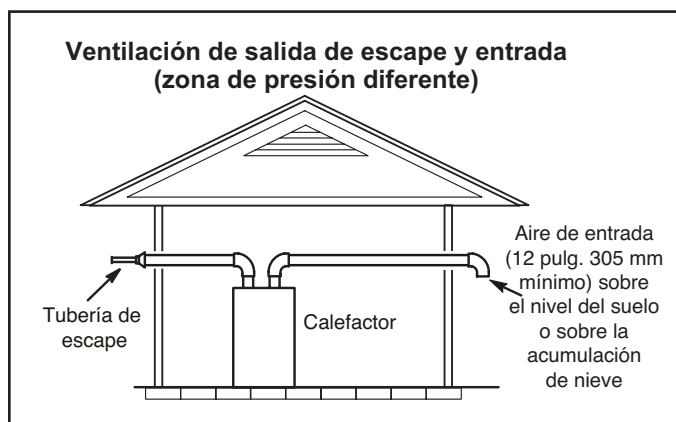
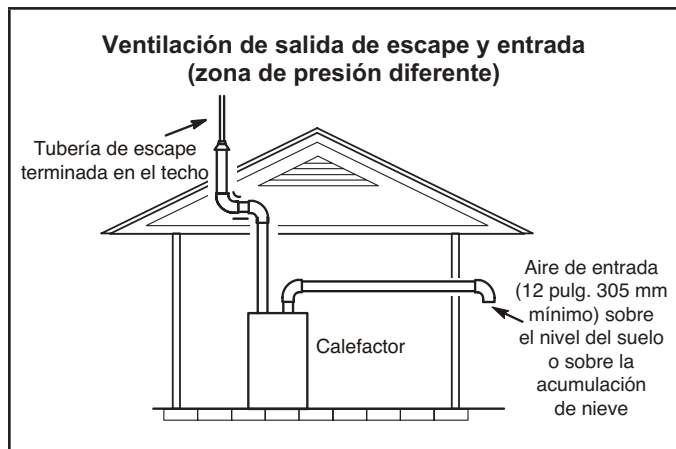

Figura 34
Figura 35
- 1 - Las terminaciones de entrada y de escape no tienen que estar en la misma zona de presión. Usted puede sacar la entrada en un lado de la estructura y el escape en el otro lado (Figura 34). Usted puede sacar el escape por el techo y la entrada por el costado de la estructura (Figura 35).